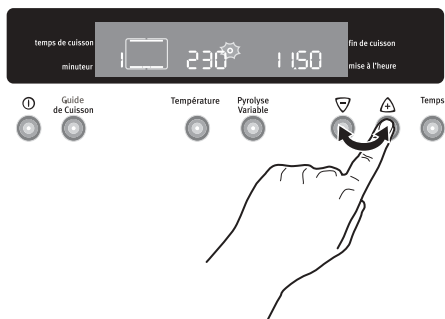

Fig. 5
- Utilisez les touches ▾ ou ▲ pour modifier la température prédéfinie tandis que le symbole “●” clignote (Fig. 5). La température maximum pouvant être programmée est de 250°C.